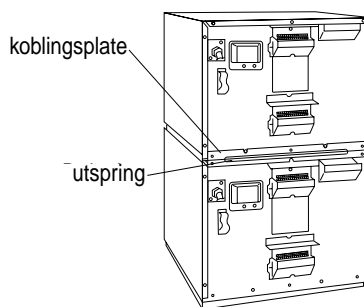

Fig. 2
4. sett inn de fem skruene (a) og skruen (b) og trekk til. Se Fig.2.